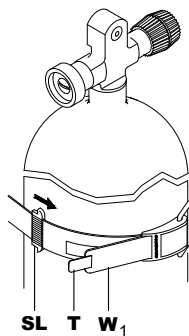
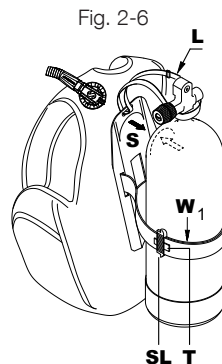

Fig. 2-5
Fig. 2-6
2. Si le BC a une plaque arrière rigide, placez la cavité (S) de la plaque arrière sur l'épaulement du réservoir (Fig. 2-6), puis attachez la sangle (Fig. 2-5 et 2-7) de la ceinture à dégageement rapide (W1) autour du réservoir.
3. Fermez la boucle (C) (Fig. 2 – 7). Si la sangle est trop serrée ou trop lâche, ouvrez la sangle auto-agrippante et la boucle pour réajuster la longueur de la sangle (Fig. 2-5) de la ceinture à dégageement rapide (W1). Pour plus de sécurité, faites glisser la boucle (SL) (Fig. 2-5) autour de l'extrémité de la sangle (T). Dans les BC avec une plaque arrière rigide, avec le réservoir monté sur le BC, vous pouvez soulever l'unité entière à l'aide de la poignée intégrée dans la plaque arrière.